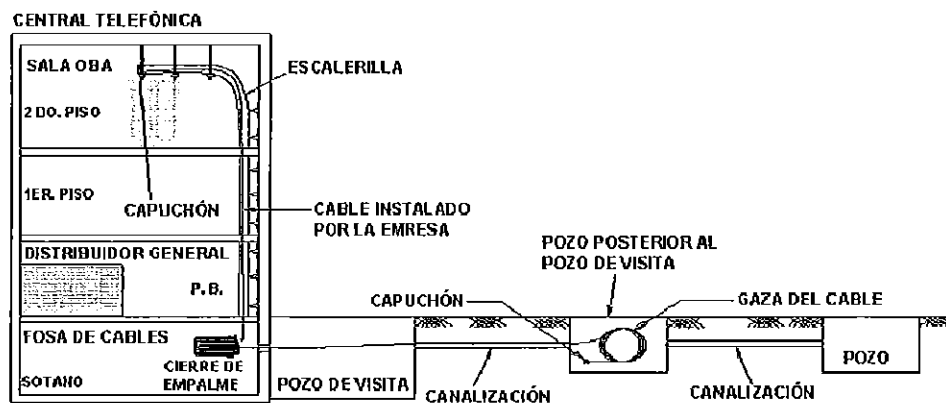

Figura 4. Recorrido del cable instalado por TELNOR en la central para los Concesionarios Solicitantes.
- TELNOR instalará el cable de fibra óptica entre DFO del Concesionario Solicitante y el pozo posterior del pozo de visita del Concesionario Solicitante (1er pozo posterior al pozo de acometida a la central telefónica), en el cual el Concesionario Solicitante dejó su cable en gaza. Véase figura 4.
- TELNOR realizará el cambio de tipo de cable en la fosa de cables suministrando e instalando un cierre con sus respectivas fusiones de fibras ópticas. Véase figura 4.